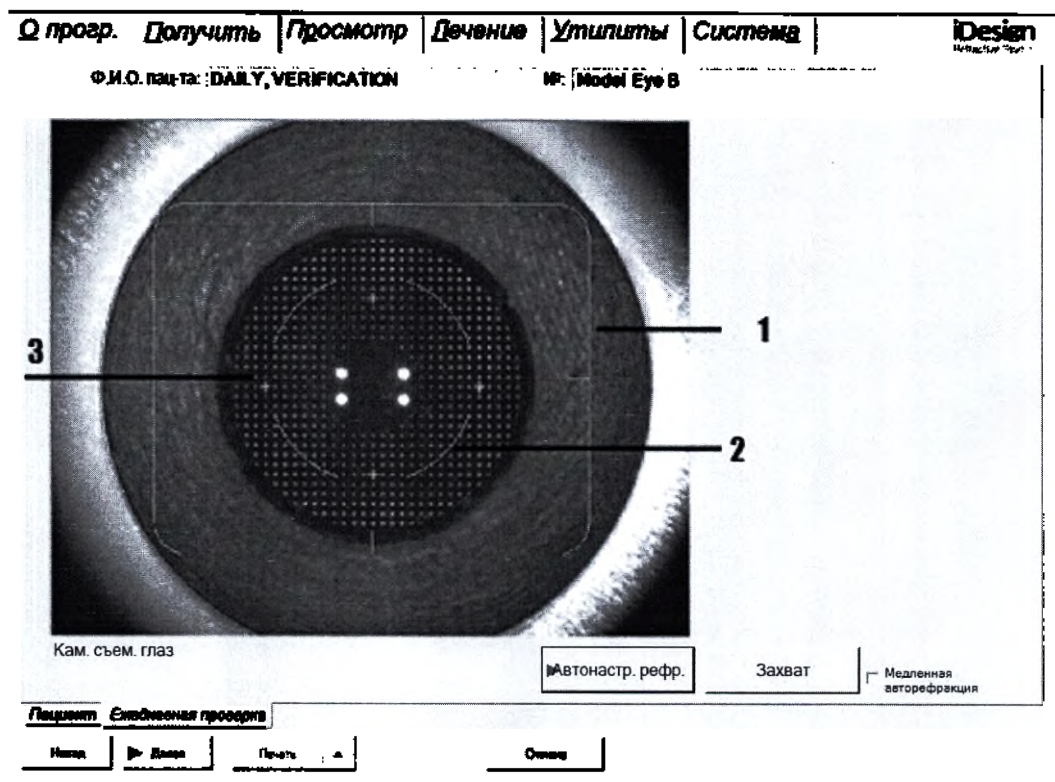

Рис. 5-10 — Экран «Автонастройка рефракции камеры съемки глаза»
1. Нажмите **Далее**. Откроется экран «Кам. съем. глаз» (см. Рис. 5-10). В системе используется четыре крестообразные топографические координатные метки (серые крестики), расположенные по окружности в точках, соответствующих положению 12, 3, 6 и 9 часов.